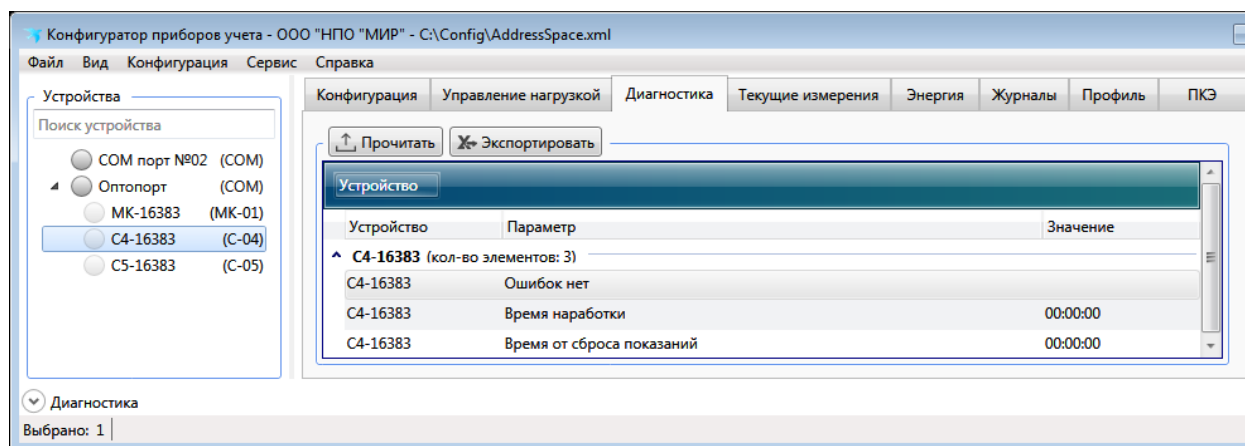

Рисунок 9.57 – Просмотр состояния счетчика
9.6.7.1 Для просмотра текущего состояния счетчика необходимо перейти на вкладку *Диагностика* области параметров программы КОНФИГУРАТОР (рисунок 9.57).